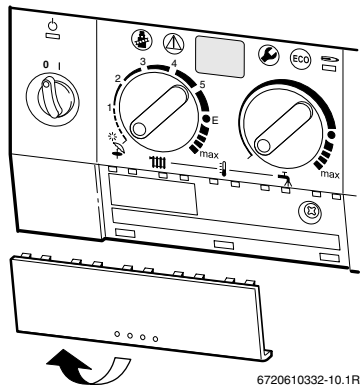

Рис. 20.
- Для защиты от водяных брызг (IP) кабель всегда следует проводить через кабельный ввод с отверстием, соответствующим диаметру кабеля.
- ▶ Откройте панель управления (рис. 20 и 21).